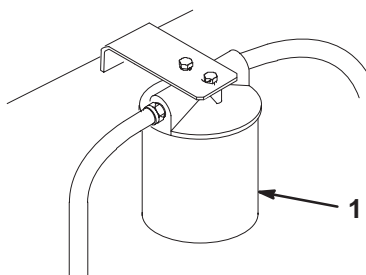

Figure 55
3. Placez un bac de vidange sous le filtre, déposez le filtre usagé et essuyez la surface du joint de l'adaptateur (Fig. 55).